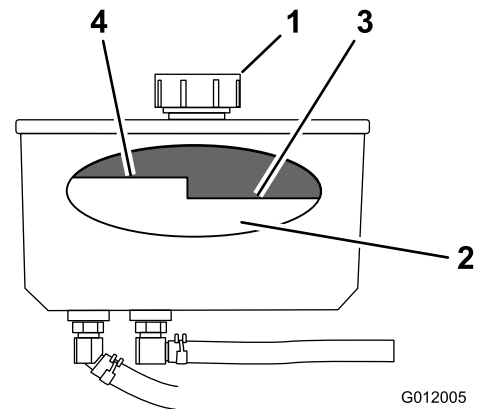

図 73
4. 油圧オイルタンクの注油口周辺をきれいに拭く 図 73。
5. 給油口からキャップを取る 図 73。
注 オイルが暖かいとき、高温時FULLレベルの下まであれば適正である 図 73。